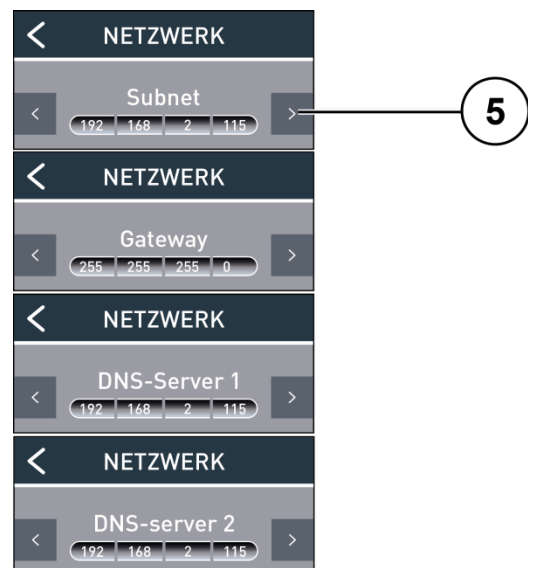

Abb. 20: Adressen ändern
- ▶ Tippen Sie auf den *Vorwärts-Blättern-Button* **(5)**, um die Adresse des *Subnetz*, des *Gateway*, des *DNS-Server 1* und des *DNS-Server 2* zu ändern (Abb. 20).